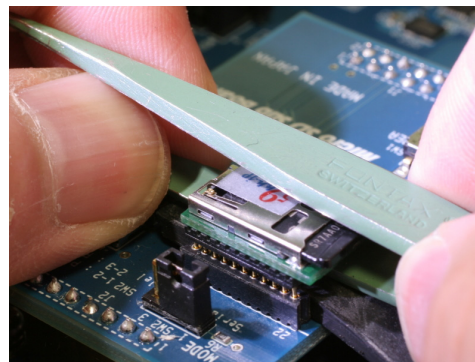

図 8.3 ピンセットを使った例
- ・ 図 8.3 のように、ピンセットをモジュールの下を通し、両側から少しずつ持ち上げるとスムーズに取り外せます。